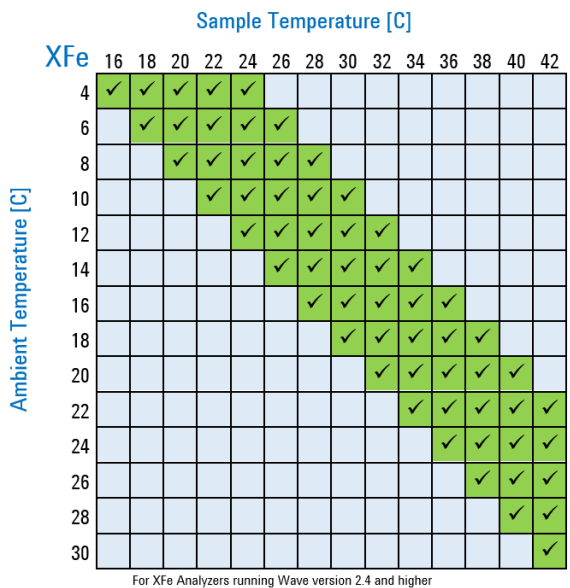

Figura 10. Diagramma di temperatura
Gli analizzatori Agilent Seahorse XFe sono stati validati per fornire le temperature obiettivo desiderate nell'intervallo tra 16 e 42 °C, a condizione che la temperatura dell'ambiente circostante sia tra 12 e 20 °C al di sotto della temperatura obiettivo e compresa nell'intervallo validato di temperatura ambiente di funzionamento, ovvero tra 4 e 30 °C. Per comprendere la relazione tra la temperatura del campione desiderata e la temperatura ambiente richiesta, si veda il diagramma di temperatura nella **Figura 10**.
- 2 Assicurarsi che le condizioni ambientali siano compatibili con la temperatura obiettivo desiderata (tra 12 e 20°C al di sopra della temperatura ambiente). (Si veda il diagramma della temperatura mostrato nella **Figura 10** a pagina 30).